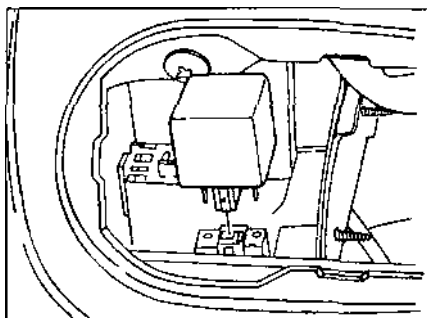

Рис. 9.21.
- Освободив от фиксатора панель с элементами управления корректорами фар и зеркалом заднего вида (при наличии), переместить ее и снять реле электроventильатора (рис. 9.21).